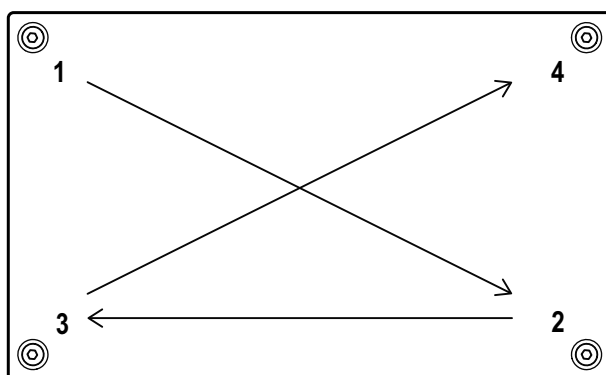

Figura 2-19. Secuencia de apriete 381
Coloque la tapa trasera sobre la carcasa e instale los cuatro tornillos con una llave hexagonal de 3 mm (N.º de ref. 216647). Utilice la secuencia de apriete en Figura 2-19 para evitar distorsionar la junta en el 381-NiMH. Apriete el tornillo a un par de 1,5 N-m (13 in-lb).